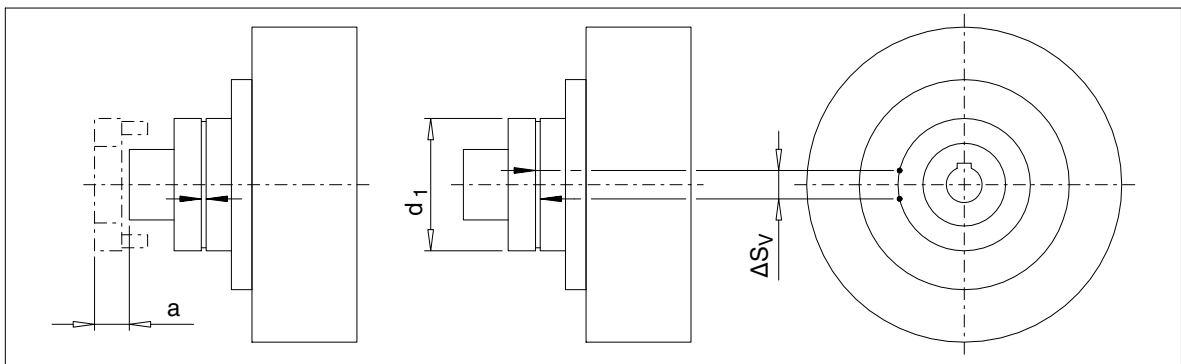

Bild 11: Wartungsintervall der N-EUPEX-Anbaukupplung
Soweit für den Betrieb der Kupplung ein erhöhtes Kupplungsspiel nicht von Nachteil ist, können die elastischen Pakete (12) bis zum Erreichen einer definierten Verschleißgrenze im Einsatz verbleiben, bevor sie auszuwechseln sind. Zur Beurteilung des Verschleißes wird in Tabelle 10 das erlaubte Verdrehspiel ausgewiesen, das auf das Sehnenmaß ΔS_V am äußeren Kupplungsdurchmesser umgerechnet ist. Um das Maß ΔS_V zu ermitteln, wird ein Kupplungsteil ohne Drehmoment bis zum Anschlag gedreht und eine Markierung beidseitig aufgebracht (siehe Bild 11). Durch Drehen des Kupplungsteils in die entgegengesetzte Drehrichtung bis zum Anschlag, wandern die Markierungen auseinander. Der Abstand zwischen den Markierungen ergibt das Sehnenmaß ΔS_V . Überschreitet das Maß ΔS_V den in Tabelle 10 angegebenen Wert, ist ein Austausch der Pakete (12) vorzunehmen.
Bei der Bauart FAD ist ein Auswechseln der Pakete (12) ohne ein Verschieben der gekuppelten Maschinen möglich, wenn das Auswechselmaß "a" (siehe Tabelle 10 und Bild 11) berücksichtigt wurde. Nach Lösen der Schraubenverbindung Teil 2/3 wird Teil 3 axial verschoben und zum Teil 2 verdreht. Die Pakete (12) sind dann frei zugänglich.